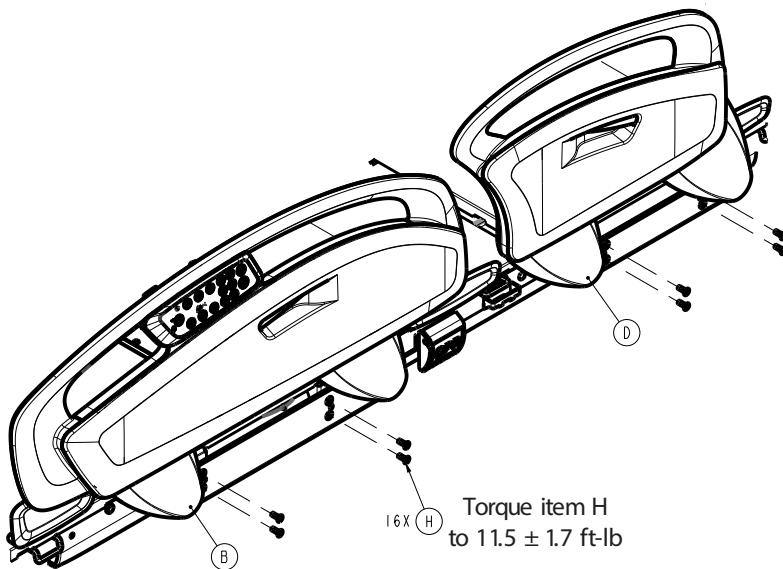

Figure 64 – Retrait de l'ensemble
10. À l'aide d'une clé Torx T30, desserrer les quatre vis (H) qui fixent l'ensemble de la barrière au châssis du plan de couchage (Figure 64).